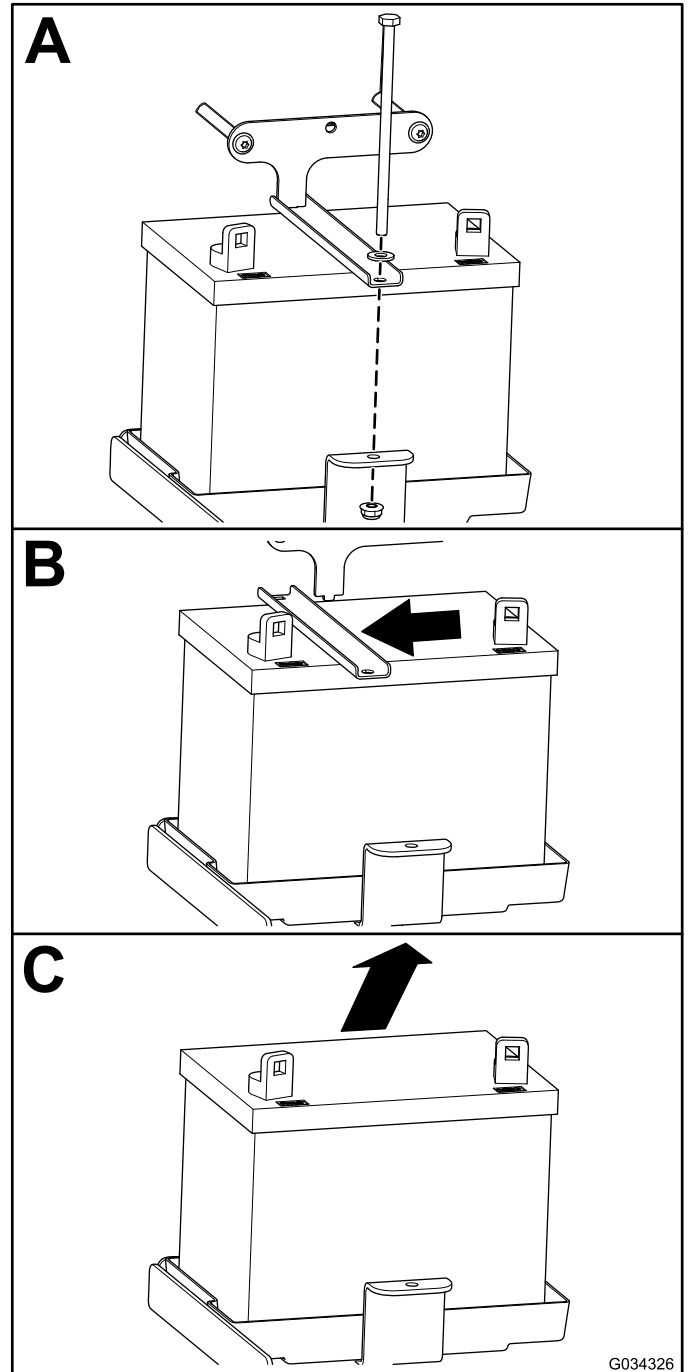

Figura 48
2. Retire la batería, tal y como se muestra en Figura 48.